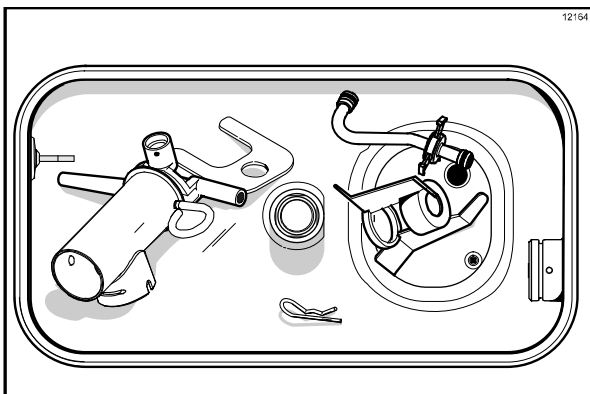

Figure 154
12. Poser l'assemblage de la pompe, l'attache de la pompe, la tige de retenue et l'agitateur dans le réservoir à mélange, pour les aseptiser (Cf. Figure 154).